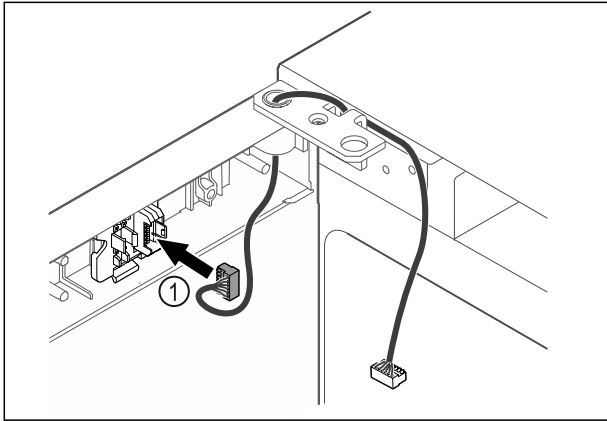

Fig. 46
- ▶ Zasuňte zástrčku Fig. 46 (1) do držáku zástrčky.